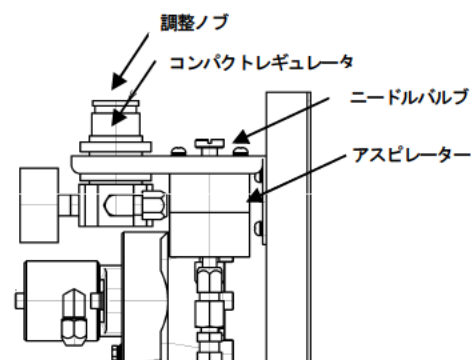
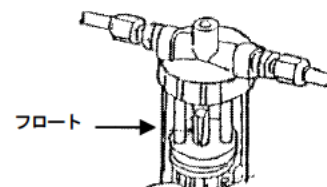

図1：本器側面
図2：フローモニタ付MCフィルタ
（図1）
- (3) ニードルバルブを時計方向に停止するまで回した後、反時計方向に2回転戻して下さい。（図1）
- (4) 圧縮空気の供給側を開いて下さい。
- (5) フローモニタ付MCフィルタのフロートが上部ストッパーに当たり静止するまでコンパクトレギュレータの調整ノブをゆっくりHIGH側（時計方向）に回し、ロックリングを奥側に移動させ調整ノブを固定して下さい。
- (6) フローモニタ付MCフィルタのフロートが上部ストッパーに当たり1～2mm上下運動するまで、ニードルバルブを時計方向にゆっくり回して下さい。（図2）